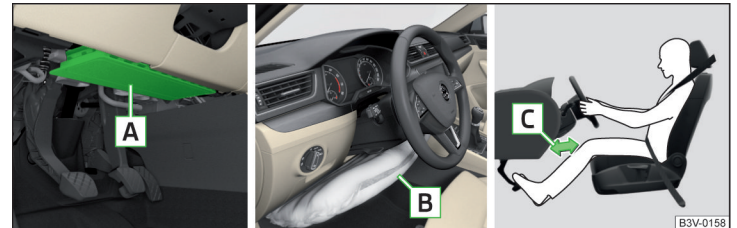

Abb. 9 Einbauort des Airbags / Gasgefüllter Airbag / Sicherer Abstand der Beine zur Schalttafel
Der Fahrer-Knieairbag **A** ist im unteren Teil der Schalttafel unter der Lenksäule untergebracht » Abb. 9.
- Den Fahrersitz in Längsrichtung so einstellen, dass der Abstand der Beine **C** zur Schalttafel im Bereich des Knieairbags mindestens 10 cm beträgt » **Abb. 9**. Falls es aus Gründen der Körpergröße nicht möglich sein sollte, diese Bedingung zu erfüllen, dann ist ein Fachbetrieb aufzusuchen.